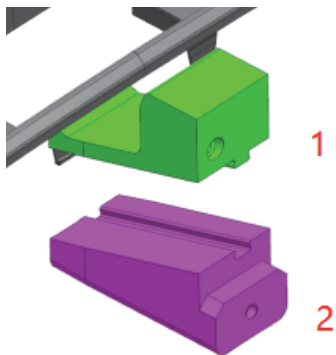

图 3
7. 斜顶座的设计: 斜顶座是斜顶机构的另一个关键部件, 它应该根据实际情况进行设计。一般来说, 斜顶座应该具有足够的强度和刚度, 以保证在开模时能够承受足够的压力和摩擦力。本产品模具 1 为斜顶, 带突出的燕尾, 2 为滑块, 主要是抽出倒扣和驱动斜顶向下脱扣, 燕尾槽起滑配与导向作用。(见图 3)